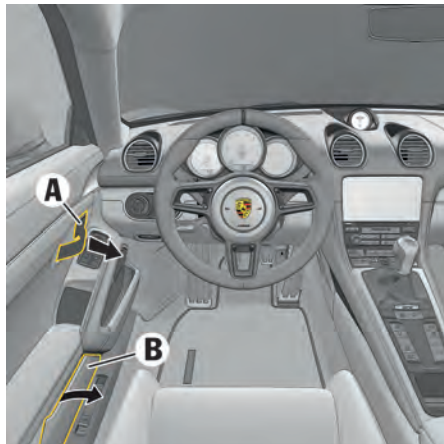

Fig. 225 : Ouverture des portes de l'intérieur
- ▶ Tirez sur le mécanisme d'ouverture des portes **A** (fig. 225).